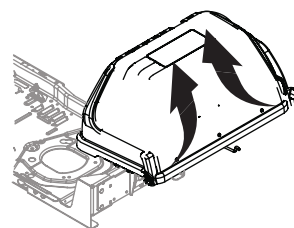

Figura 10
6. Abra la cubierta de la embolsadora presionando en las lengüetas y levantando la cubierta superior del colector de césped. Consulte la Figura 10.